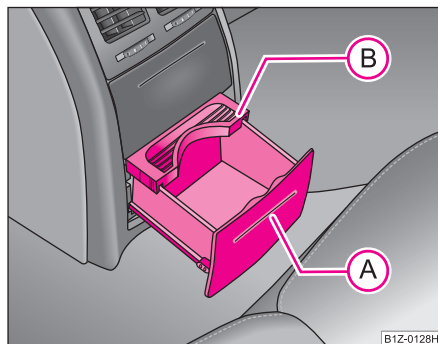

Fig. 92 Consola central trasera: Soporte de bebidas
- Presione el paramento en la zona (A) ⇒ fig. 92 - el soporte de bebidas saldrá hacia fuera.
- Ajuste el soporte de bebidas desplazando la placa de seguridad (B).